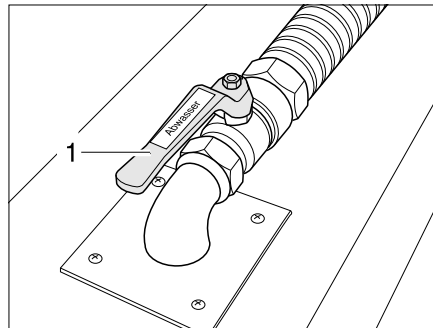

Bild 155 Ablasshahn Abwassertank
Der Ablasshahn (Bild 155,1) ist im Doppelboden je nach Modell auf der linken oder rechten Seite des Fahrzeugs angebracht. Der Ablasshahn ist über die Heckgarage zugänglich. Der Ablasshahn ist durch den Schriftzug "Abwasser" gekennzeichnet.
- Ablasshahn (Bild 155,1) öffnen. Das Abwasser läuft ab.